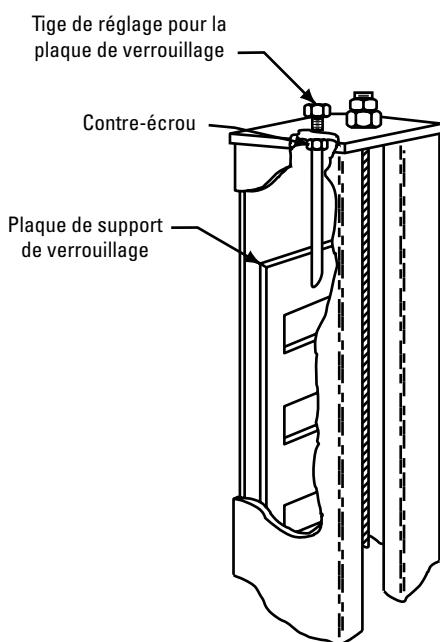

Fig. 31
- I. Toujours revérifier le niveau des chemins de roulement pour s'assurer que les quatre plaques de verrouillage sont bien réglées. Commencer par le point "A" et revérifier le niveau des points "B", "C" et "D", Fig. 31. Rerégler au besoin.
- J. Pour compléter les procédures de mise à niveau, serrer chaque contre-écrou de la plaque de verrouillage, fermement contre le bas de la plaque supérieure de la colonne, Fig. 31.